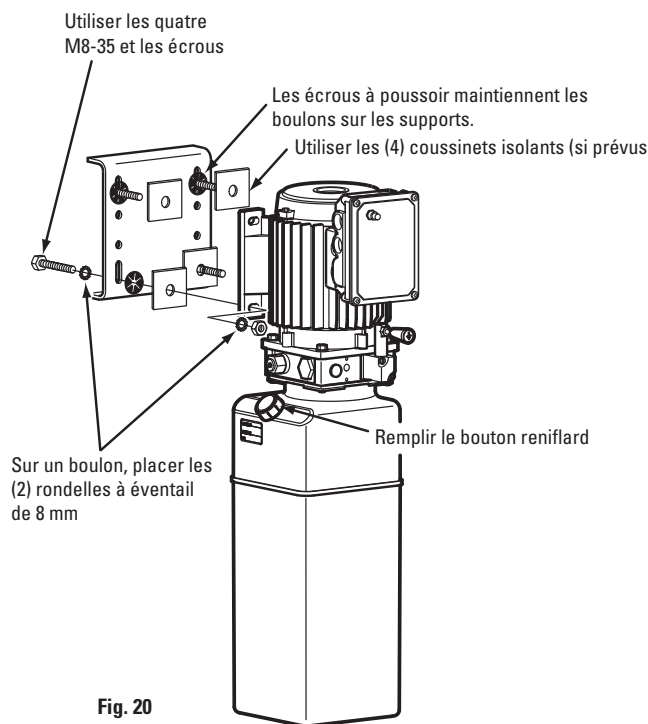
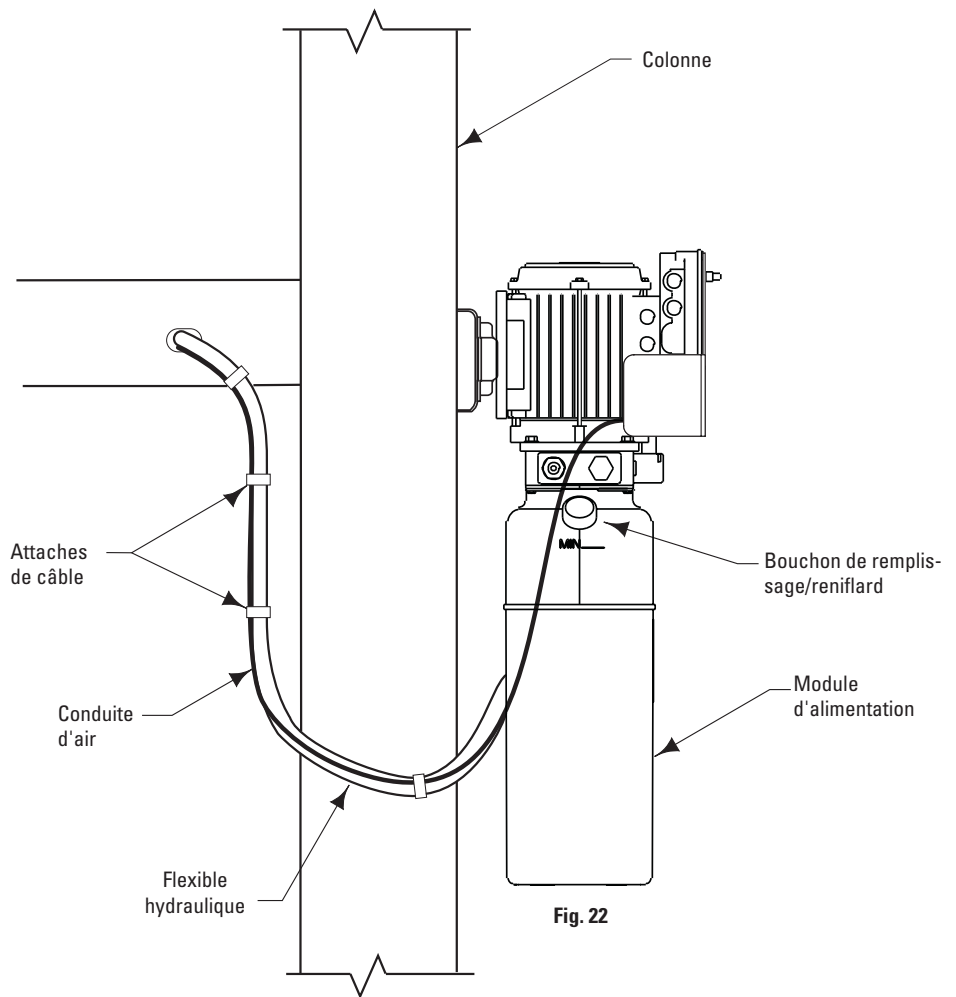

Fig. 20
Fig. 22
- Insérer les (4) boulons à tête hexagonale M8-35 dans les trous de support des colonnes à l'aide des boulons à pression pour les maintenir en place.
- Monter le module d'alimentation, moteur vers le haut, sur les supports de colonne, puis installer les rondelles de blocage et les écrous, Fig. 20. Faire passer le flexible hydraulique depuis le chemin de roulement par la fente sur le côté du chemin de roulement vers le port de sortie du module d'alimentation, Fig. 22. N'utiliser aucun ruban en téflon sur les raccords de flexible hydraulique.
- Faire passer le flexible hydraulique depuis le chemin de roulement par la fente sur le côté du chemin de roulement vers le coude, Fig. 22. N'utiliser aucun ruban en téflon sur les raccords de flexible hydraulique. Nettoyer le coude et le flexible. Inspecter tous les filets pour la présence de dommage et les extrémités de flexible pour s'assurer qu'ils sont sertis. Fixer le flexible au coude en suivant la procédure de serrage des raccords évasés.
17. Remplissage d'huile : utiliser de la Dexron III ATF, un fluide hydraulique qui satisfait aux spécifications de la norme ISO 32. La capacité du système est de quatorze (14) pintes. Utiliser de la ATF Dexron III ou son équivalent. Abaisser le pont élévateur à la position complètement abaissée. Retirer le bouton de remplissage/reniflard, Fig. 22. Remplir jusqu'à la ligne de remplissage minimum sur le réservoir, remettre le bouchon.
20 Purge : le pont élévateur doit être complètement abaissé avant de changer ou d'ajouter du liquide. Lever et abaisser le pont-élévateur six fois. Ce vérin est à purge automatique. Après la purge du circuit, le niveau de fluide dans le réservoir du module d'alimentation peut être en panne. Ajouter de l'huile hydraulique ATF ou ISO32 le cas échéant, en suivant les consignes décrites à l'Étape 16. Pour l'essai de la pression, faire fonctionner le pont élévateur à plein régime et le moteur pendant environ 5 secondes. Arrêter, puis vérifier tous les raccords et les flexibles. Serrer ou remettre le joint d'étanchéité, le cas échéant. Abaisser le pont élévateur. Si le bouton de remplissage/reniflard, Fig. 22, est perdu ou cassé, commander une pièce de rechange.